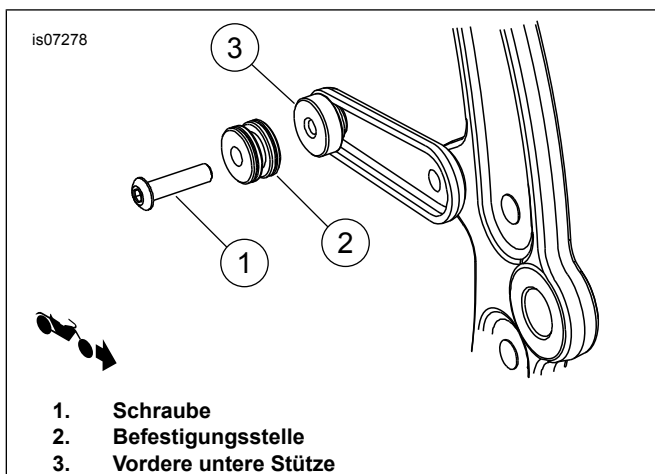

Abbildung 6. Untere, vordere Befestigungsstelle (ohne andere abnehmbare Zubehörteile)
1. Siehe Abbildung 6. Die Mini-Befestigungsstelle (2) auf der Schraube (1) anbringen.
3. Die Schraube in den Gewindeabschnitt der unteren vorderen Stütze (3) einbauen. Die Schraube auf ein Drehmoment von 16,3–24,4 N·m (12–18 ft-lbs) anziehen.